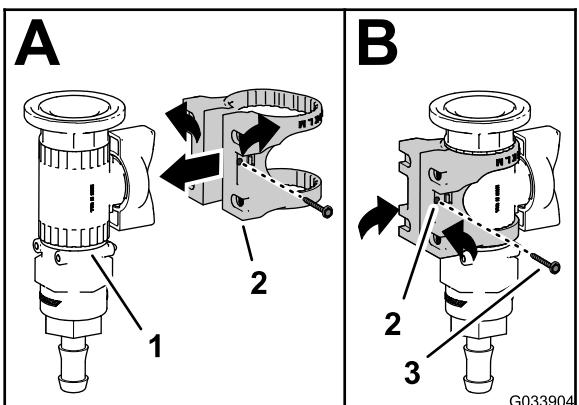

Figure 27
- 1. Assemblez le support de vanne sur la vanne de commande, comme montré à la Figure 27.
- 2. Fixez le support de montage sur la vanne de commande à l'aide d'une vis à embase, puis serrez la vis à la main (B de Figure 27).